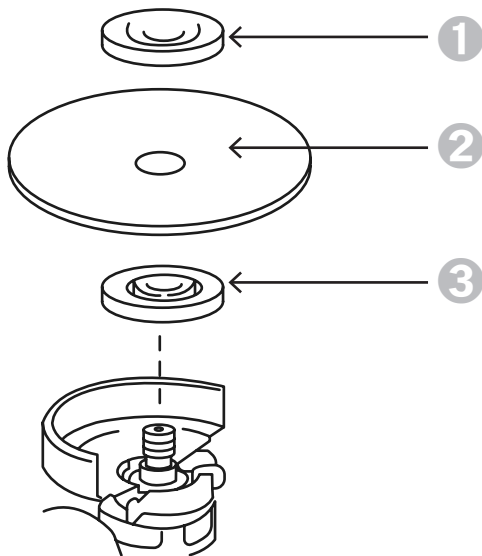

Рисунок 2.2.3
- ❶ Снимите наружный прижимной фланец «3» (рисунок 2.2.3).
- ❷ Установите на изделие соответствующую оснастку «1», в зависимости от вида работы (шлифование, отрезание), совместив отверстие в оснастке с выступом внутренней шайбы «2» (рисунок 2.2.3).
- ❸ **ВНИМАНИЕ!** При установке оснастки следуйте указаниям по направлению её вращения.
- ❹ Закрутите наружный фланец «3».